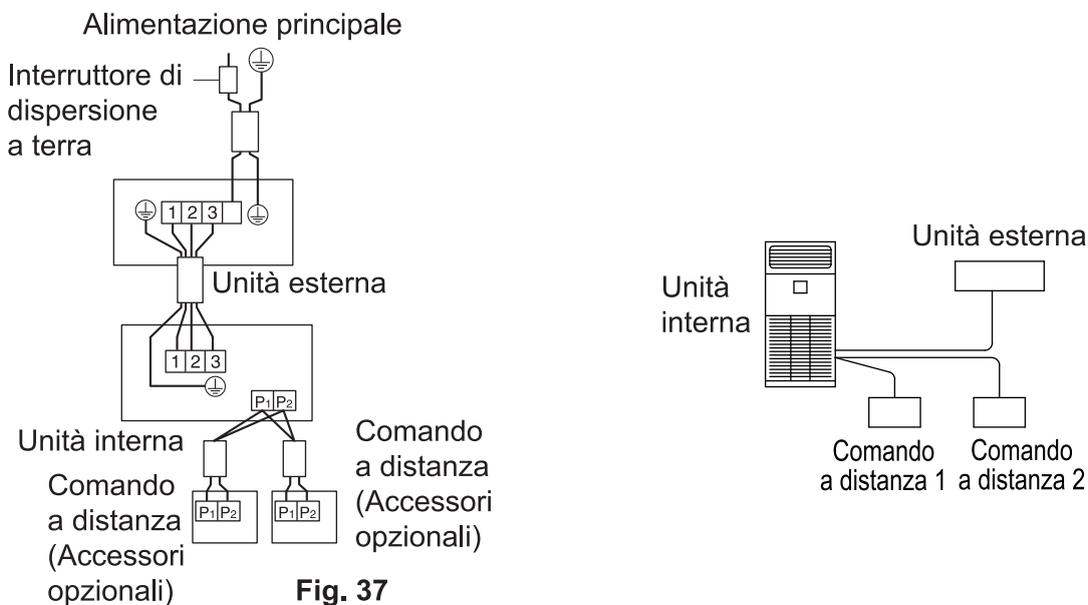

Fig. 37
- **Controllo tramite 2 comandi a distanza:** 2 comandi a distanza controllano 1 unità interna. **(Fare riferimento alla Fig. 37)**
- (3) **Rimuovere il coperchio della scatola di comando (fare riferimento a "9. MODALITÀ DI ESECUZIONE DEI COLLEGAMENTI ELETTRICI ED ESEMPIO DI COLLEGAMENTO").**
- (4) **Aggiungere il cablaggio tra il comando a distanza 2 (asservito) e il terminale (P1, P2) della morsetteria (X1M) per il comando a distanza della scatola di controllo. (Non esiste polarità). (Fare riferimento alla Fig. 37 e alla Tabella 3)**